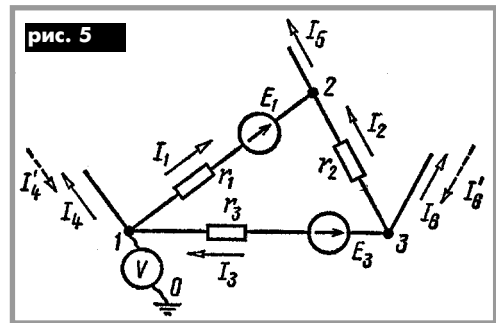

рис. 5
6. Напряжения, измеренные электростатическим вольтметром между узловыми точками схемы и землей, равны  $U_{10} = -15 \text{ В}$ ,  $U_{20} = 52 \text{ В}$ ,  $U_{30} = 64 \text{ В}$  (рис.5). Определить токи в ветвях и отходящих проводах при  $E_1 = 80 \text{ В}$ ,  $E_3 = 70 \text{ В}$ ,  $r_1 = 5 \text{ Ом}$ ,  $r_2 = 10 \text{ Ом}$ ,  $r_3 = 12 \text{ Ом}$ .